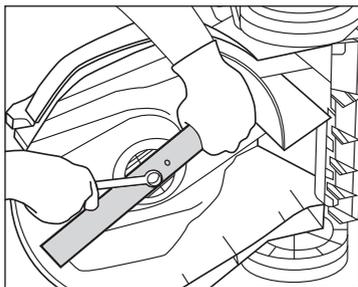

Рис. 16
3. Удерживая нож, с помощью гаечного ключа отсоедините болт крепления ножа и снимите шайбу (рис. 16).